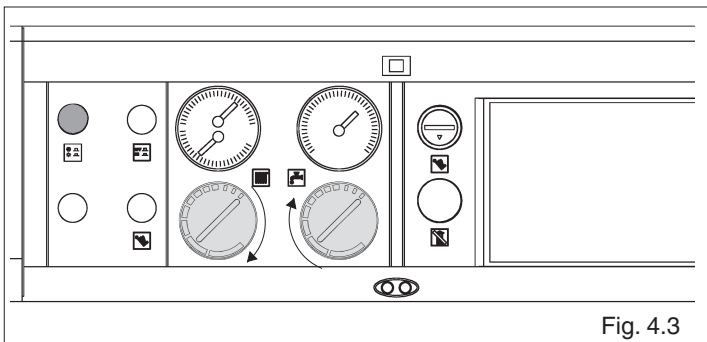

Fig. 4.3
- posizionare il termostato di caldaia ed il termostato bollitore alla temperatura desiderata (fig. 4.3)